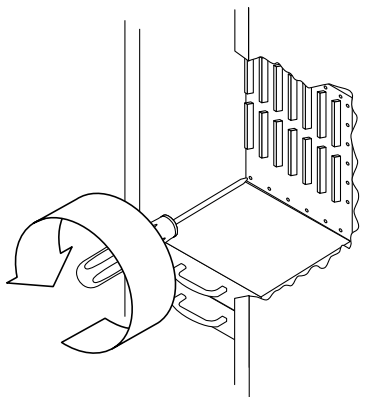

図 12-6 システムセンタープレーンを固定しているねじの取り外し — Sun Fire 6800 システム
10. システム正面で、センタープレーンをシャーシに固定している19本のねじを外します (図 12-6)。